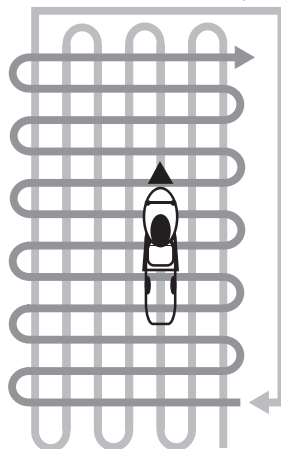

Рис. 8 Схема кошения высокой и/или загущенной травы
5. При кошении в тяжелых условиях (п. 3,4) рекомендуется двигаться медленнее или проводить повторный покос с меньшей высотой кошения. На Рис. 8 представлена схема движения газонокосилки при кошении высокой и/или загущенной травы.